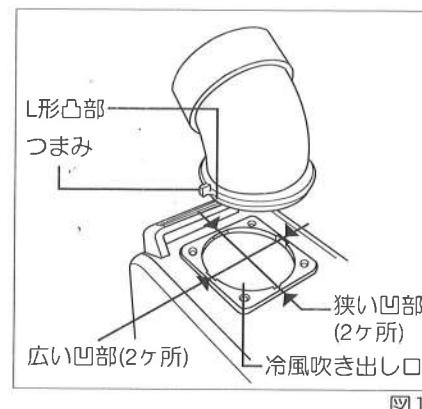

図1
①本体上部の、冷風吹き出し口凹部(広い×2狭い×2)にダクト継手の凸部(4力所)を合わせて差し込んでください。(図1参照)